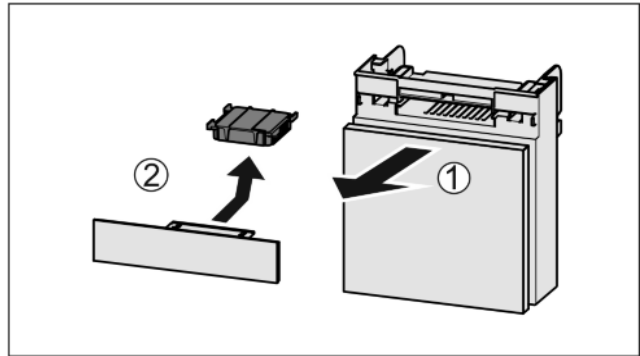

Fig. 35
- ▶ Издърпайте Fig. 35 (1) напред отделението.
- ▶ Извадете Fig. 35 (2) филтърта с активен въглен.